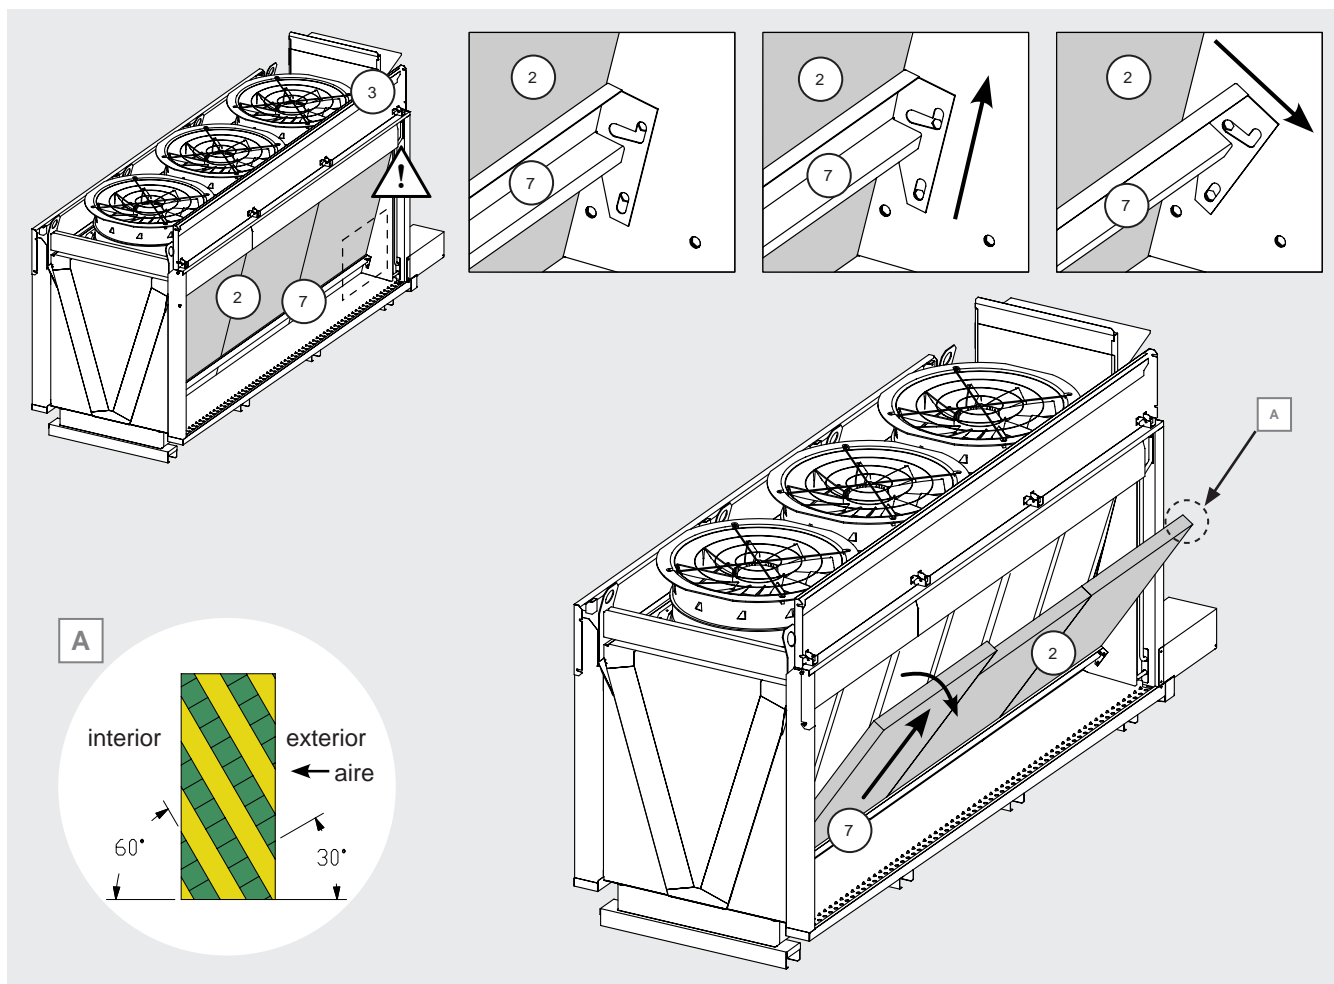

Figura 25
- 12.11.23 Tire de la barra transversal (7) hacia arriba y luego hacia fuera, haciéndola girar. Atención: esto hará que el panel de cartón (2) se incline. Véase la Figura 25.
- 12.11.26 Preste atención a la dirección de instalación de los paneles. Véase la Figura 25 A.